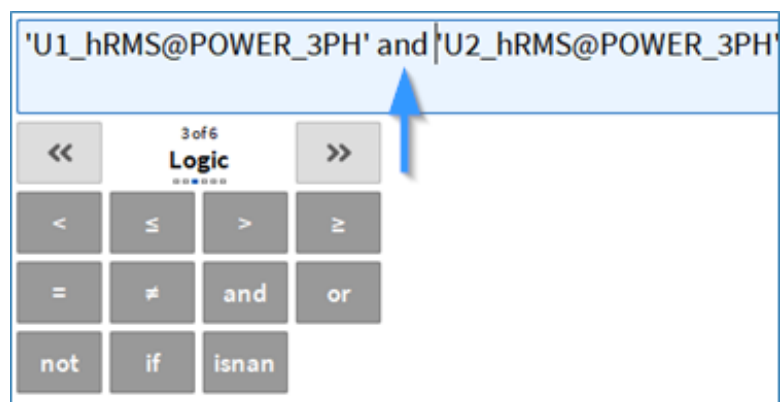

Abb. 7.76: Logikoperatoren in Kombination mit Array-Kanälen
- Logische Operatoren (siehe Abb. 7.76)